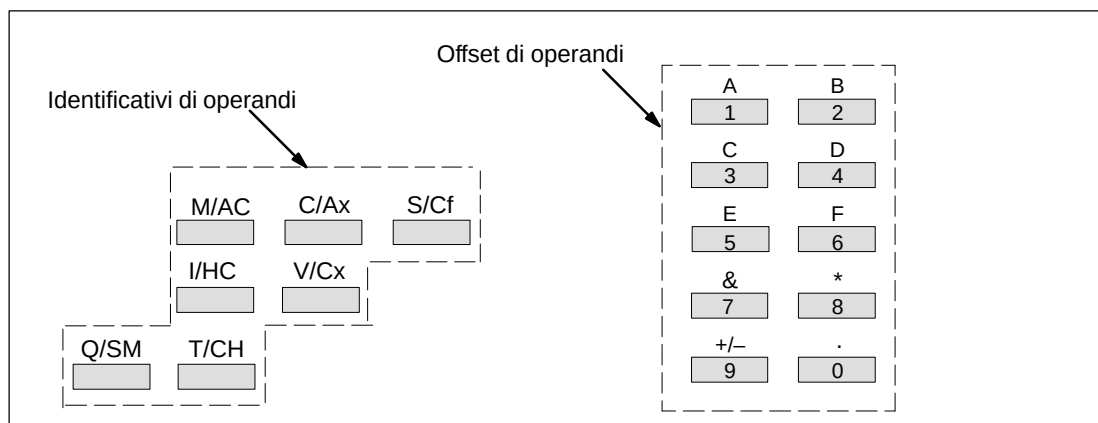

Figura 5-2 Tasti per introdurre identificativi e offset di operandi
La figura 5-2 riporta i tasti utilizzabili per l'introduzione di identificativi e offset di operandi.
- Individualmente usando il tasto operando (vedere la figura 5-2)
- con i tasti numerici (vedere la figura 5-2)